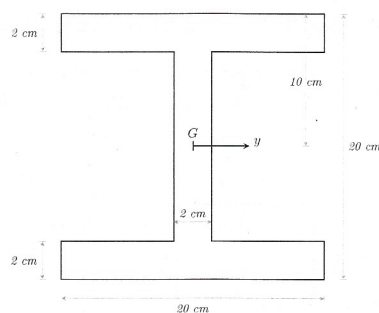

FIG. 2 : Poutre I
63. Quel est le moment d'inertie, selon l'axe G_y , de la poutre en I, de la figure 2 ?